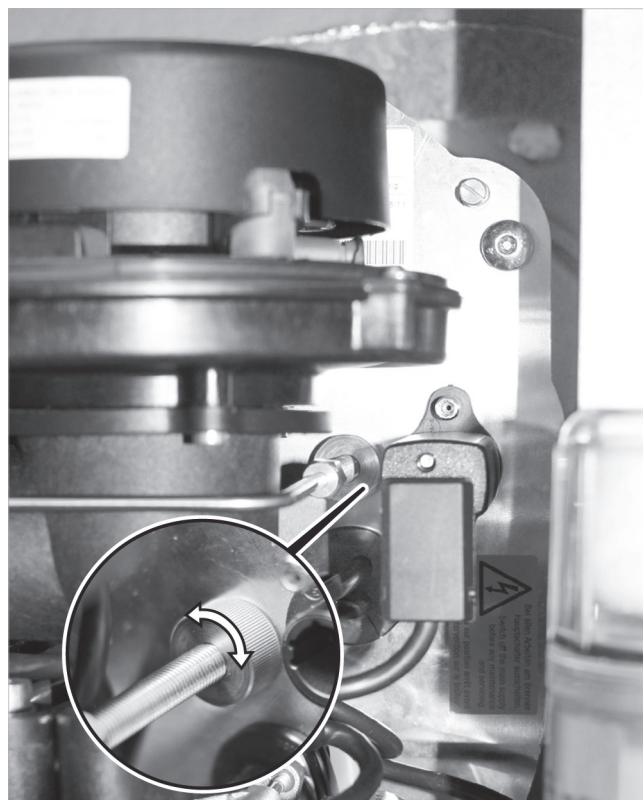

Abb. 38: Rändelmutter (Anschluss Ölleitung / Düsenstock)
5. Rändelmutter des Düsenstocks (siehe → Abb. 38, S. 21) ca. 2 Umdrehungen gegen den Uhrzeigersinn drehen (Düsenstock wird „nach hinten“ gezogen).
1. Am Anschluss der Ölleitung zum Düsenstock gibt es vor der Brennergrundplatte eine Rändelmutter (→ Abb. 38). Damit ist die gesamte Mischeinrichtung nach vorne oder hinten verschiebbar. Die Rändelmutter lässt sich bis zu einem bestimmten Punkt (Anschlag der Mischeinrichtung im Flammrohr) verstellen. Rändelmutter so einstellen, dass die Mischeinrichtung am Anschlag anliegt.